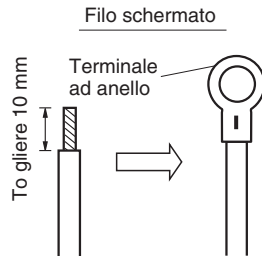
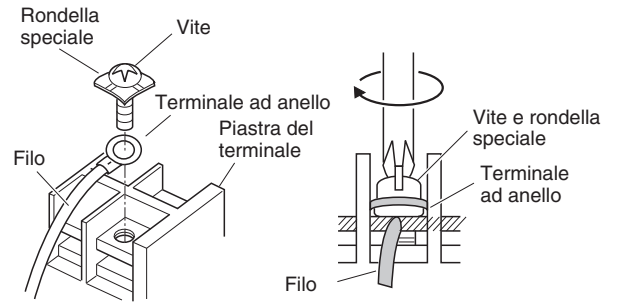

Fig. 4-7
Fig. 4-8
- (1) Tagliare l'estremità del filo con tronchesi, quindi togliere l'isolamento per esporre il conduttore per circa 10 mm ed attorcigliarne i trefoli. (Fig. 4-7)
- (2) Con un cacciavite a stella, rimuovere la vite o viti del terminale dalla piastra del terminale.
- (3) Fissare bene con delle pinze l'estremità denudata di ciascun cavo ad un terminale.
- (4) Applicare il connettore a occhiello al terminale corrispondente e serrarne bene la vite. (Fig. 4-8)